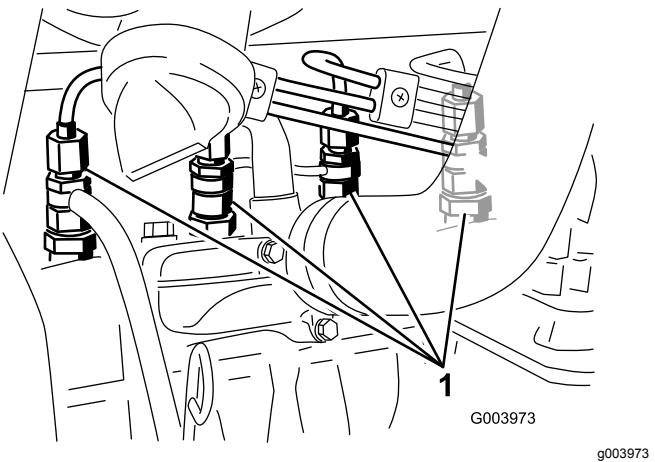

Figura 37
1. Liberte a tubagem que se encontra ligada ao injetor nº 1 e à estrutura de suporte da bomba de injeção (Figura 37).